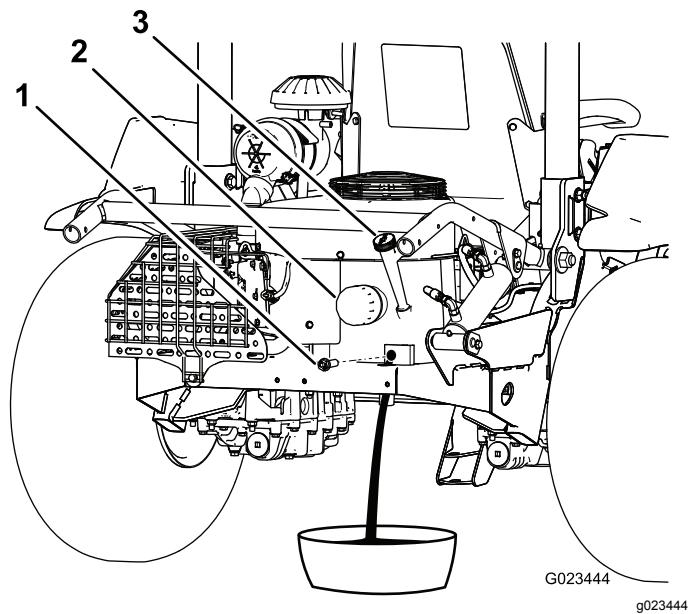

Bild 39
3. Entfernen Sie die Ablassschraube (Bild 39) und lassen Sie das Öl in einen geeigneten Behälter ab. Schrauben Sie die Ablassschraube wieder ein, nachdem das Öl abgelaufen ist.